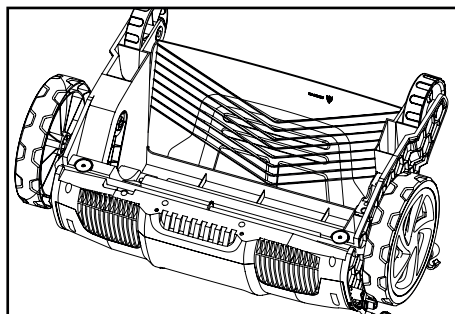

Рис.7
1. Поместите изделие вверх дном на ровную устойчивую поверхность, чтобы иметь доступ к нижней части корпуса (рис.7).